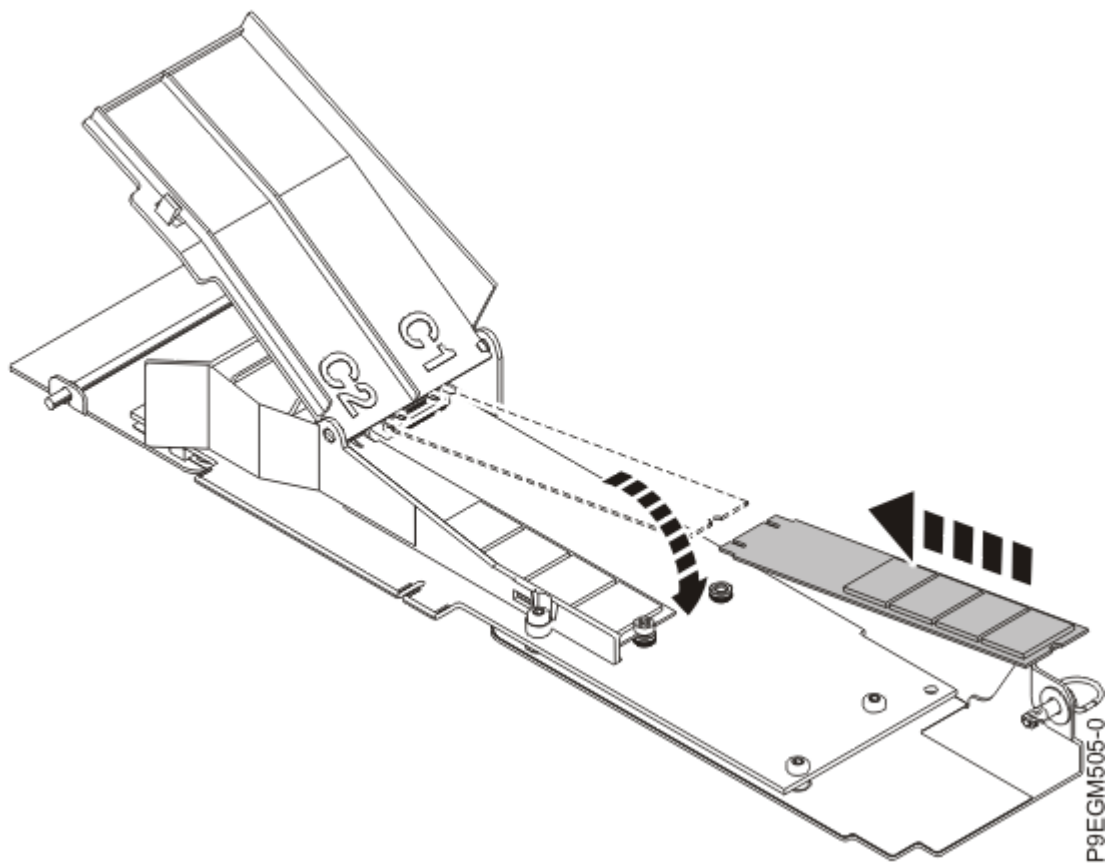

Abbildung 5. NVMe M.2-Flashmodul installieren
3. Schieben Sie eines der neuen NVMe M.2-Flashmodule in den Stecksockel der NVMe M.2-Trägerkarte. Siehe Abbildung 5 auf Seite 8.